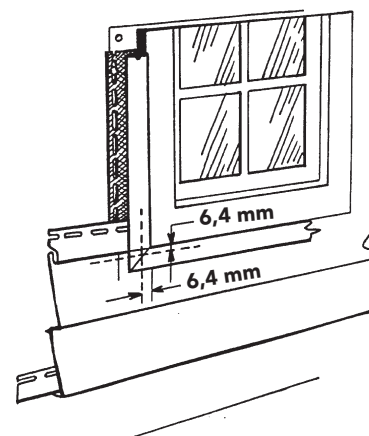

Figure 40
- Tenir le panneau sous la fenêtre et marquer sur celui-ci la largeur de la baie de fenêtre. Ajouter environ 6,4 mm (1/4 po) de chaque côté pour assurer la dilatation et la contraction du parement. Ces marques représentent les coupes verticales (Figure 40).